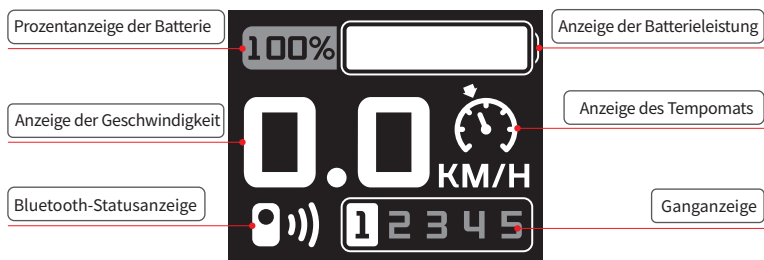

Abbildung 4.3.3.1
(1) Prozentanzeige der Batterie (wie in Abbildung 4.3.3.1 gezeigt)
(2) Geschwindigkeitsanzeige (wie in Abbildung 4.3.3.1 dargestellt)